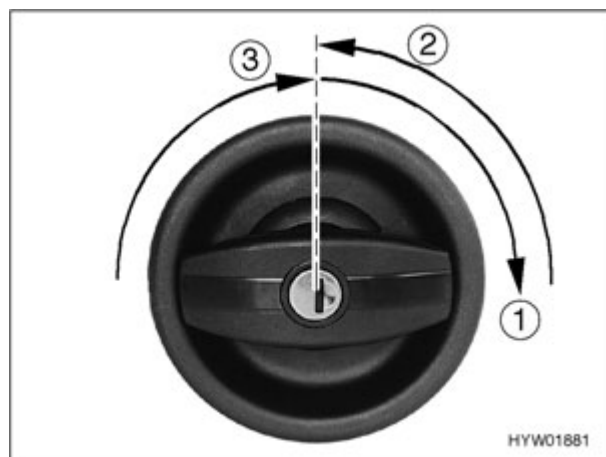

Fig. 20 Serrure de la porte, à l'extérieur, ouvrir
- Insérer la clé dans le barillet et la tourner dans le sens des aiguilles d'une montre (Fig. 20,1) jusqu'à ce que la serrure soit déverrouillée.
- Ramener la clé sur la position intermédiaire (Fig. 20,2) et la retirer.
- Tourner la poignée de la porte dans le sens des aiguilles d'une montre (Fig. 20,3), jusqu'à ce que le verrou de la porte soit déverrouillé.